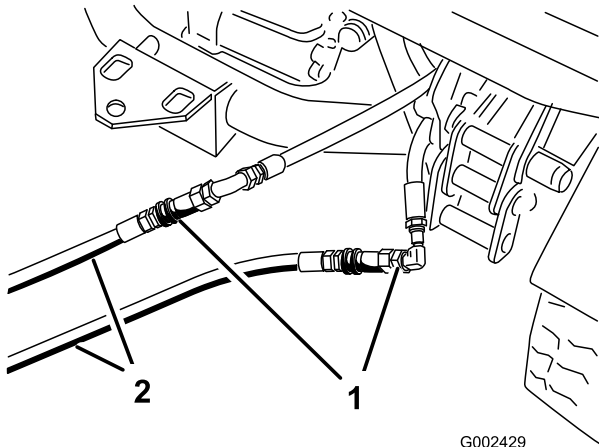

Bild 93
3. Schließen Sie an der defekten Maschine die beiden Überbrückungsschläuche an die Schläuche an, die abgeschlossen wurden (Bild 93).